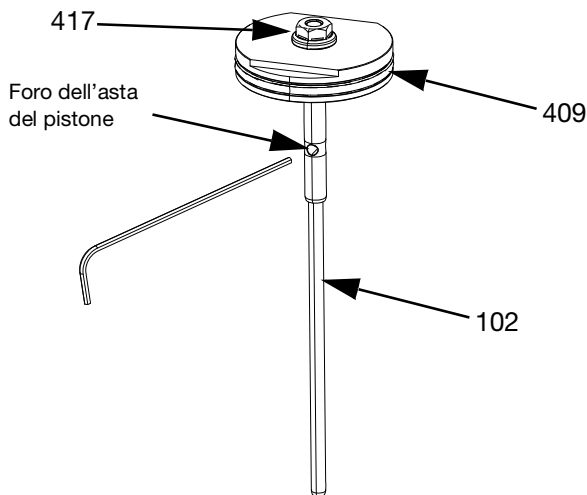

FIG. 20
- b. Posizionare le parti piatte del pistone (409) in una morsa con l'asta del pistone rivolta verso l'alto. Svitare l'asta del pistone (410) dal pistone (409).
- c. Ispezionare il pistone (409) e l'asta del pistone (410) per individuare eventuali danni. Se necessario, sostituire.
7. Per le valvole con gruppi ugello di tenuta (FIG. 20):
- a. Inserire una chiave a brugola nel foro sul gruppo ugello (102) e svitare il dado (417) utilizzando una chiave a tubo da 7 mm.
- b. Posizionare le parti piatte del pistone (409) in una morsa con l'asta del pistone rivolta verso l'alto. Svitare il gruppo ugello (102) dal pistone (409).
- c. Ispezionare il pistone (409) e il gruppo ugello (102) per individuare eventuali danni. Se necessario, sostituire.